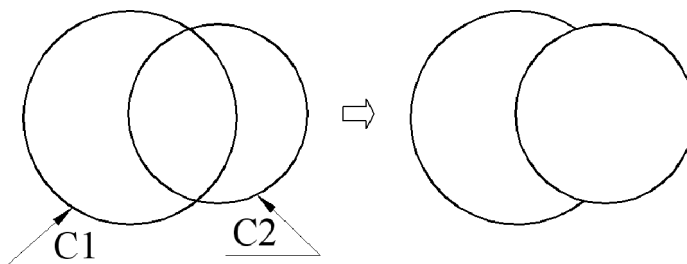

Fig. 9.4 Crearea regiunilor
- Folosind comanda **Hide** pentru eliminarea din desen a porțiunilor acoperite, se observă că discul C2 acoperă parțial discul C1, ceea ce demonstrează faptul că avem de-a face cu obiecte „pline”, opace – vezi Fig. 9.4, dreapta.